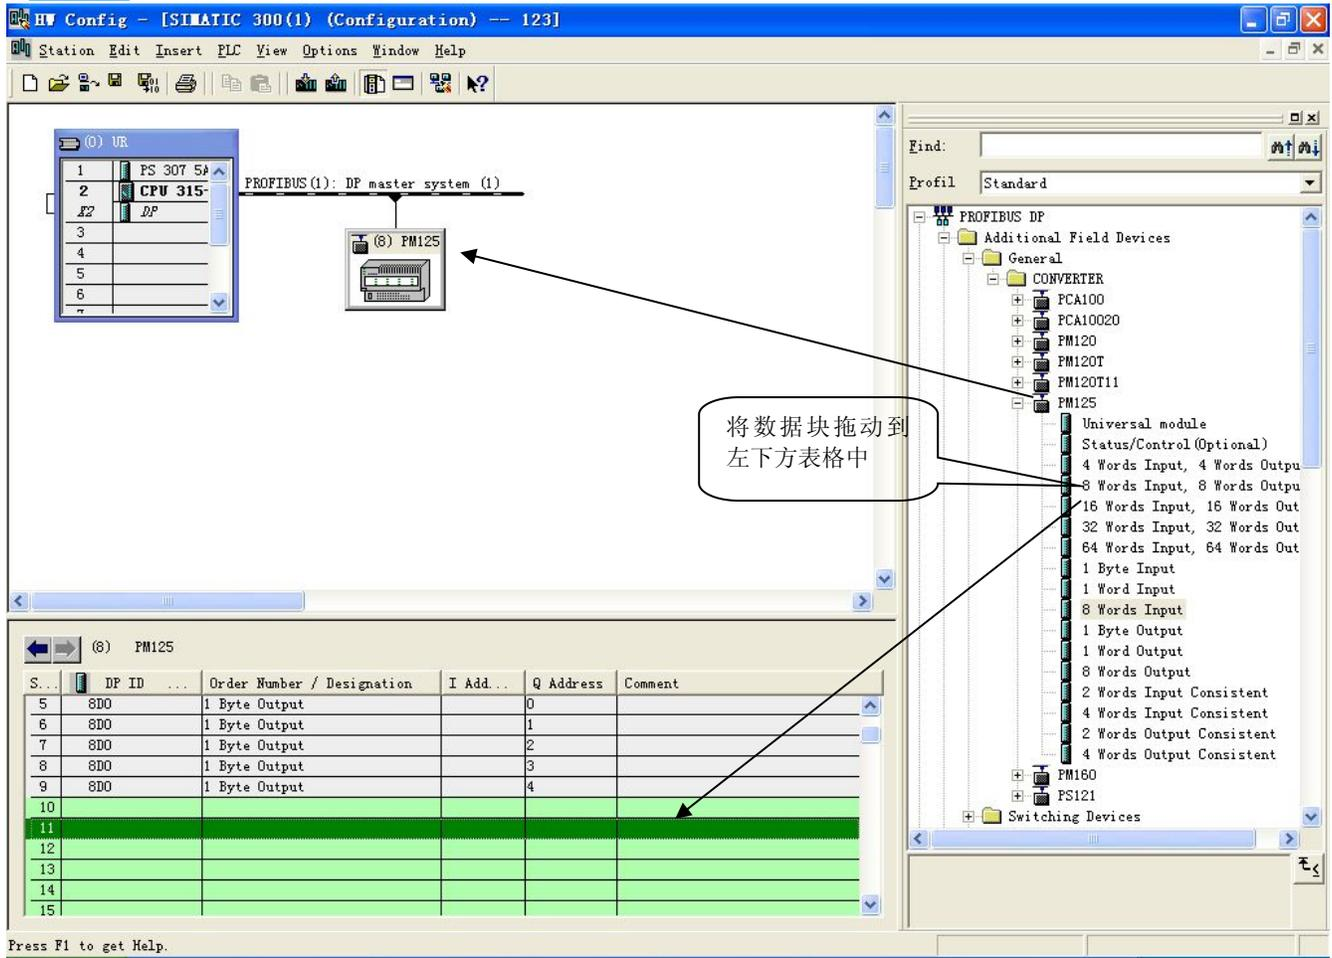

图 10
11. 将从站 PM-125 配入到 PROFIBUS 网络配置当中，并将输入输出数据块映射到 S7-300 或者其它控制器的内存当中。如图 10: